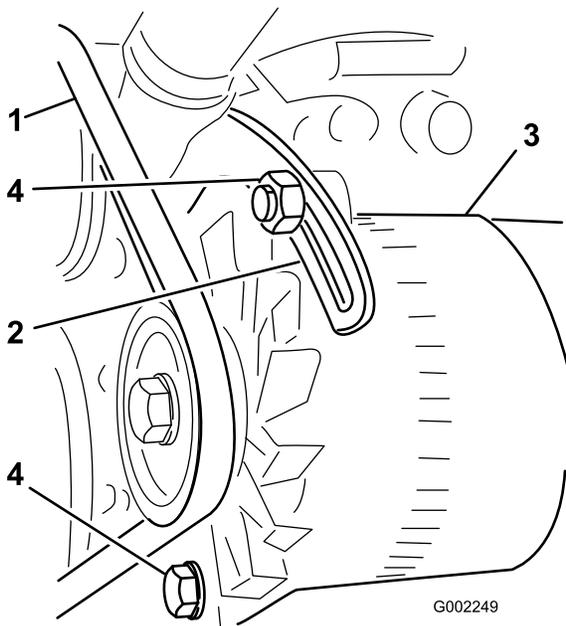

图88
3. 松开将皮带环形支架固定到发动机的螺栓、以及将发电机固定到皮带环形支架上的螺栓（图88）。